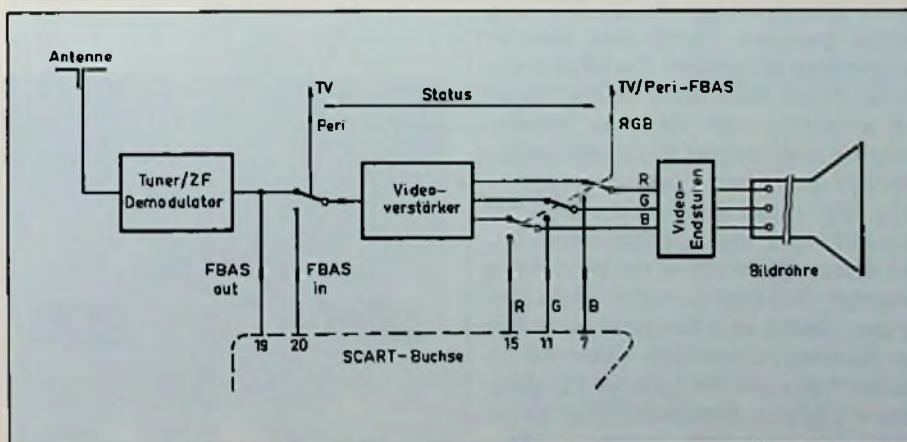

Bild 5: Der wählbare, interne Status des Fernsehgerätes bei Verwendung des neuen Verbindungssystems zu peripheren Video/Audio-Geräten
3. RGB-Quellen sind direkt anschließbar (Bild 5).